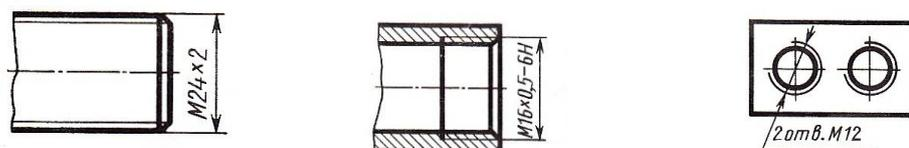

Рисунок 1 – Обозначение резьбы метрической
Резьба метрическая (рис.1) является основным типом крепежной резьбы. Основными параметрами резьбы метрической являются: номинальный диаметр – d (D) и шаг резьбы – P , устанавливаемые *ГОСТ 8724–81* в миллиметрах. Метрические резьбы бывают с крупным и мелким шагом. По *ГОСТ 8724–81* каждому номинальному размеру резьбы с крупным шагом соответствует несколько мелких шагов. Метрическая резьба с крупным шагом обозначается буквой M и размером наружного диаметра, например $M16$, $M42$.